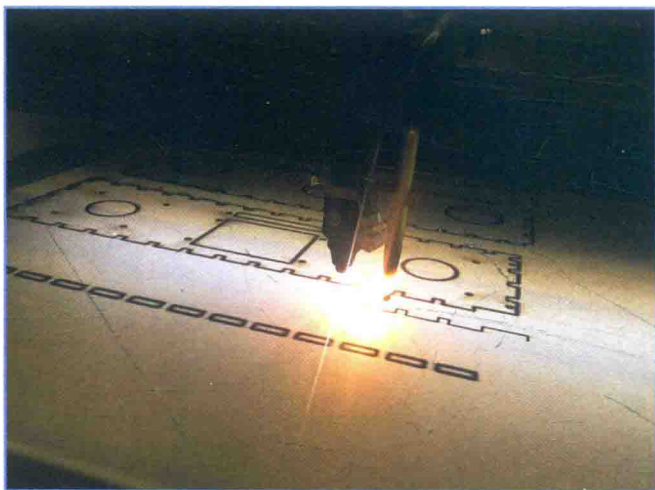

图 9.7 切割木材的最好方式是使用激光
- **激光切割机**——这个工具（见图 9.7）用于根据在 Inkscape 等矢量绘图软件中创建的设计，切割塑料和木材，非常适合于无人机制作者，因为它可以帮助你从其他人的研究中学习。想要用激光切割无人机底盘？可以在网上找到许多设计供你下载。